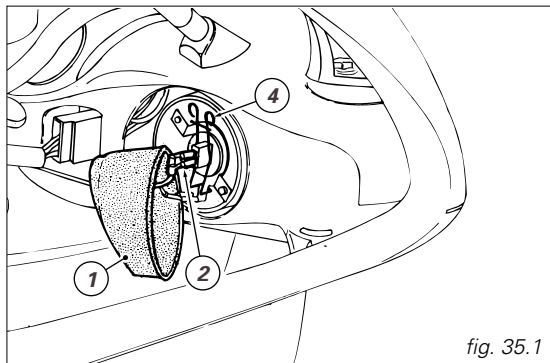

fig. 35.1
**ampoule feu de croisement** (fig. 35.1) : détachez du phare le soufflet en caoutchouc (1). Sortez le connecteur (2) de la lampe en appuyant sur le bouton de déclenchement rapide inférieur.
Pour remplacer les ampoules du projecteur il n'est pas nécessaire de détacher le connecteur du câble noir de masse depuis l'ensemble phare. Décrochez l'agrafe (4) de retenue ampoule et retirez la lampe de son support (fig. 35.1 et 35.2).